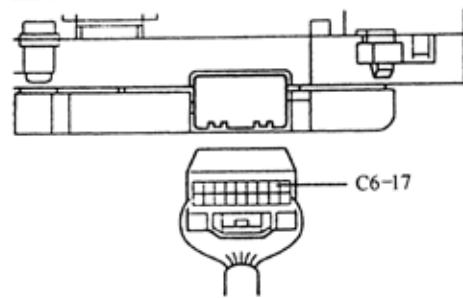

图 9-72
b. 把点火开关转到 ON 位置，测量端子之间的电压，如图 9-72、图 9-73 所示。其标准应符合表 9-32 所示。